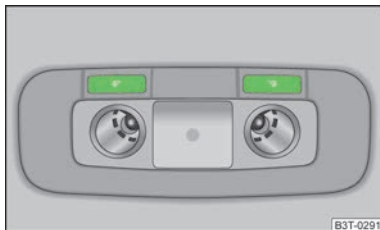

Fig. 39
- Pulsar el interruptor  » fig. 39 para conectar y desconectar las luces de lectura.